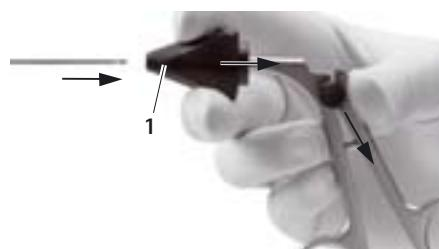

Fig. 8
- Puxar a estrela rotativa 1 para trás até ao batente e manter nesta posição, ver Fig. 8.